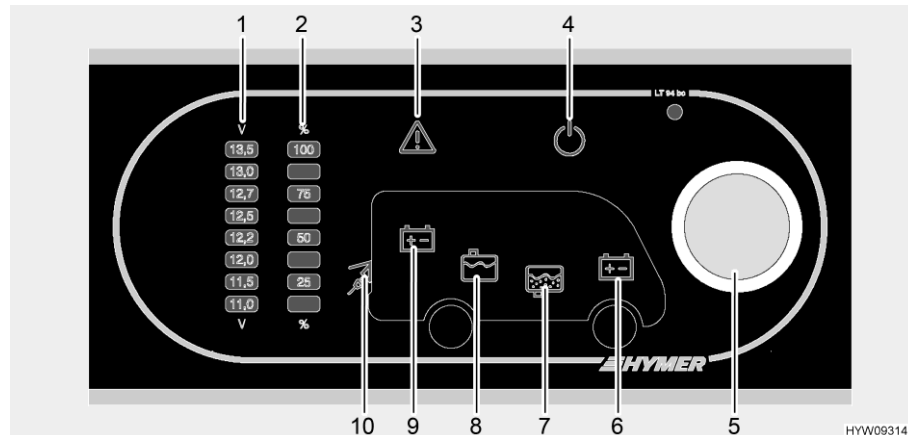

Fig. 144 Pannello di controllo (LT 94)
Il pulsante a rotazione (Fig. 144,5) inserisce o disinserisce il pannello di controllo e l'alimentazione a 12 V dell'abitacolo.
Accensione: ■ Premere il pulsante a rotazione (Fig. 144,5): L'alimentazione a 12 V dell'abitacolo è inserita. La spia di controllo a 12 V (Fig. 144,4) diventa verde.
Spegnimento: ■ Premere il pulsante a rotazione (Fig. 144,5): L'alimentazione a 12 V dell'abitacolo è disinserita. La spia di controllo a 12 V (Fig. 144,4) si spegne.
Mediante il pulsante a rotazione (Fig. 144,5) si possono interrogare sia la tensione della batteria dell'abitacolo che la tensione della batteria di avviamento. La tensione viene visualizzata sulla scala indicatore per la tensione della batteria (Fig. 144,1).
- Ruotare il pulsante a rotazione (Fig. 144,5), finché si accende il simbolo della batteria della quale deve essere interrogata la tensione.
Viene indicata la tensione della batteria dell'abitacolo (Fig. 144,9)
Viene indicata la tensione della batteria di avviamento (Fig. 144,6)
- Leggere la tensione sulla scala indicatore della tensione della batteria (Fig. 144,1).
Mediante il pulsante a rotazione (Fig. 144,5) si possono interrogare sia il livello del serbatoio dell'acqua che il livello del serbatoio delle acque grigie. Il livello viene visualizzato sulla scala indicatore livello dei serbatoi (Fig. 144,2).
- Ruotare il pulsante a rotazione (Fig. 144,5), finché si accende il simbolo del serbatoio del quale deve essere interrogato il livello.
Viene indicato il livello del serbatoio dell'acqua (Fig. 144,8)
Viene indicato il livello del serbatoio delle acque grigie (Fig. 144,7)
- Leggere il livello sulla scala indicatore del livello serbatoio (Fig. 144,2).
La spia luminosa Alarm (Fig. 144,3) lampeggia non appena i valori limite fissati vengono superati per eccesso o per difetto.
La spia luminosa Alarm (Fig. 144,3) lampeggia non appena la tensione della batteria scende al di sotto di 11 V. Se l'alimentazione a 12 V è accesa, si accende anche il relativo simbolo della batteria (Fig. 144,6 o 9), e l'indicatore "11,0" sulla scala indicatore della tensione della batteria (Fig. 144,1) lampeggia. Rischio di uno scaricamento totale della batteria.
La spia luminosa Alarm (Fig. 144,3) lampeggia ed il relativo simbolo del serbatoio (Fig. 144,7 o 8) si accende non appena il serbatoio dell'acqua è vuoto o il serbatoio delle acque grigie è pieno.
La spia di controllo a 230 V (Fig. 144,10) si accende quando all'ingresso della centralina elettrica è presente una tensione di rete.